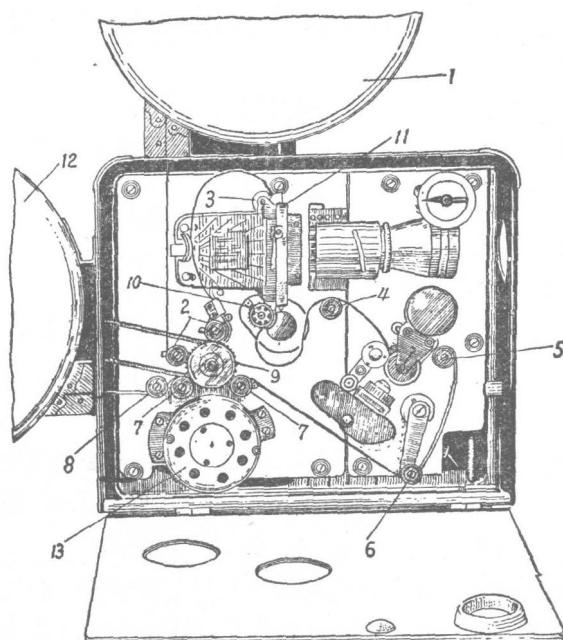

图3 FL-35型放映机
1. 輸片部分 它包括下列主要部件（参看图3）。
（2）滑轮——是使影片在输片部分按一定方向走动的机件。它的作用随所在位置的不同而有差别，FL-35型放映机的滑轮如图3中2、3、4、5、6、7、8所示。
（3）输片齿轮——是放映机上用来输送影片的机件。FL-35型放映机共有两个输片齿轮，图3中9是综合输片齿轮，它是以均匀速度输片的，在片路中具有拉片和阻片的双重作用。图中10是间歇输片齿轮，它将影片从片门中一停一动地拉过。